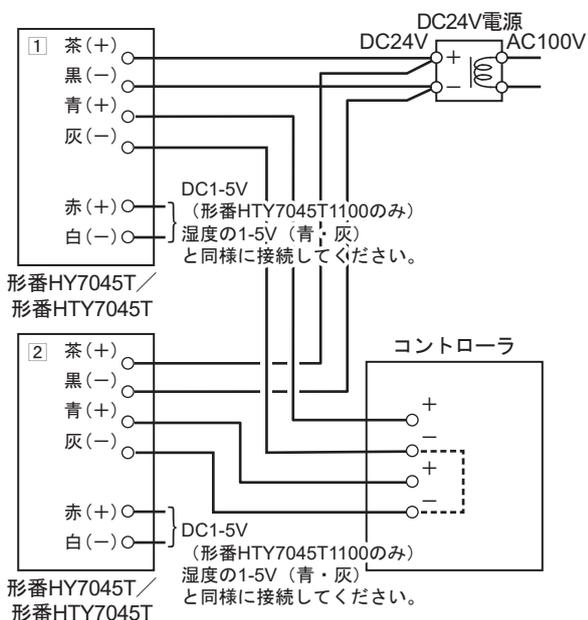

図17
（参照）『■結線 図17、18』
(参照) 『■ 結線 図17、18』
ただし、①茶 (+) -②茶 (+)、①黒 (-) -②黒 (-) を『図17』に示すとおりに配線してください。
（注記）DC電源については、新規に設置する場合と同様です（図17）。